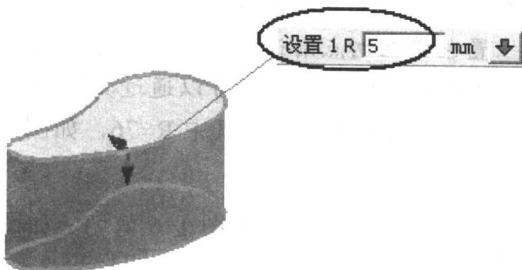

图 1-9 实体倒角
(2) 给实体周边倒圆。利用“特征操作”→“边倒圆”给锤头体周边倒圆。倒圆角 R=5，如图 1-9 所示。
观察锤头体切口，它可以是一个拉伸体与图 1-9 的实体进行相减得到，该拉伸体应该与图 1-9 的实体相垂直，因此其拉伸直线所在的平面也应该与图 1-9 的拉伸直线是垂直关系。所以绘制外形线的平面也要改变。详细步骤如下：